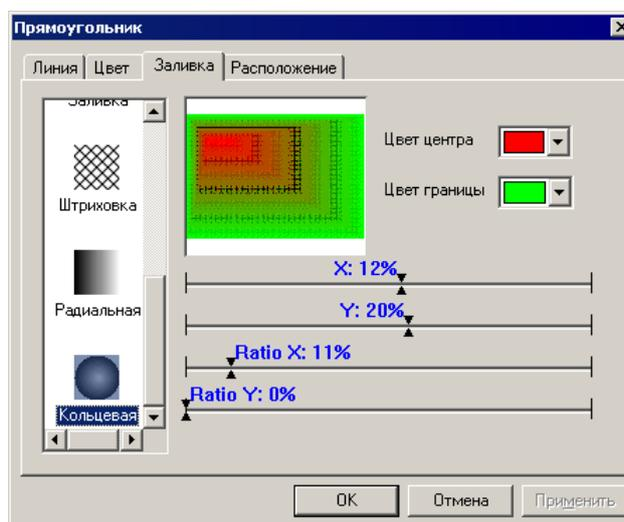

Рисунок 139
7. «Кольцевая» – фон заливается концентрично переходящими друг в друга цветами. В правой части вкладки становятся доступными: группа из двух полей, в которых из раскрывающихся списков могут быть выбраны требуемые цвета центра и границы фона, и четыре движка, расположение движков которых позволяет изменить соотношение по занимаемой площади выбранных цветов и переместить центр влево - вправо и вверх - вниз по прямоугольнику (см. рис. 139).